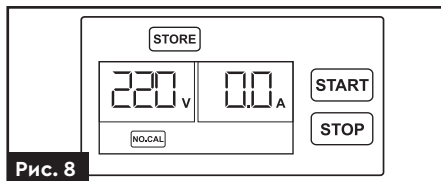

Рис. 8
1. Переконайтеся, що насос не працює. На екрані повинна відображатися інформація, яка зазначена на **рис. 8**.